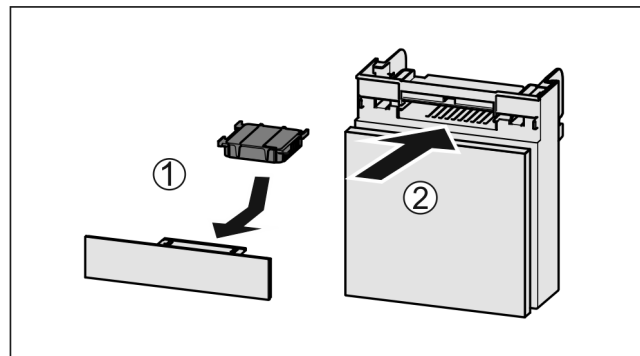

Fig. 78
- Insérer le filtre à charbon actif d'après le schéma Fig. 78 (1).
- Insérer le compartiment Fig. 78 (2).